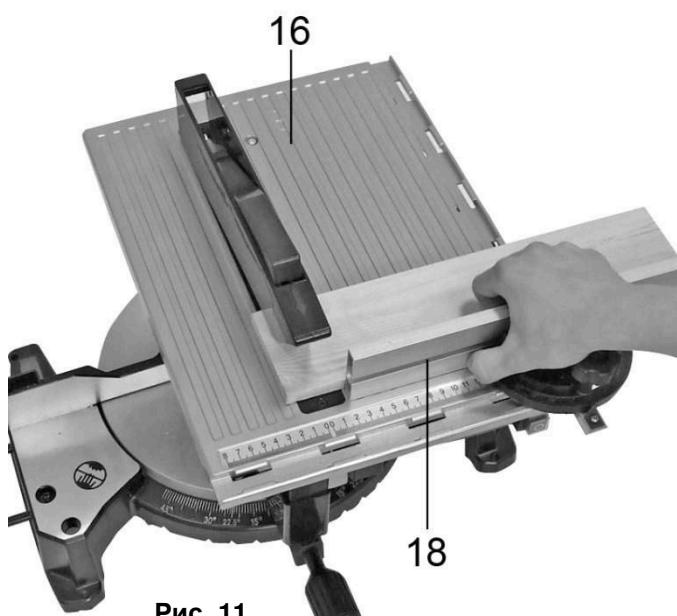

Рис. 11
- Для продольного пиления установите направляющий упор (18) на передний паз распиловочного стола (16)(См. Рис. 11) параллельно пильному диску.